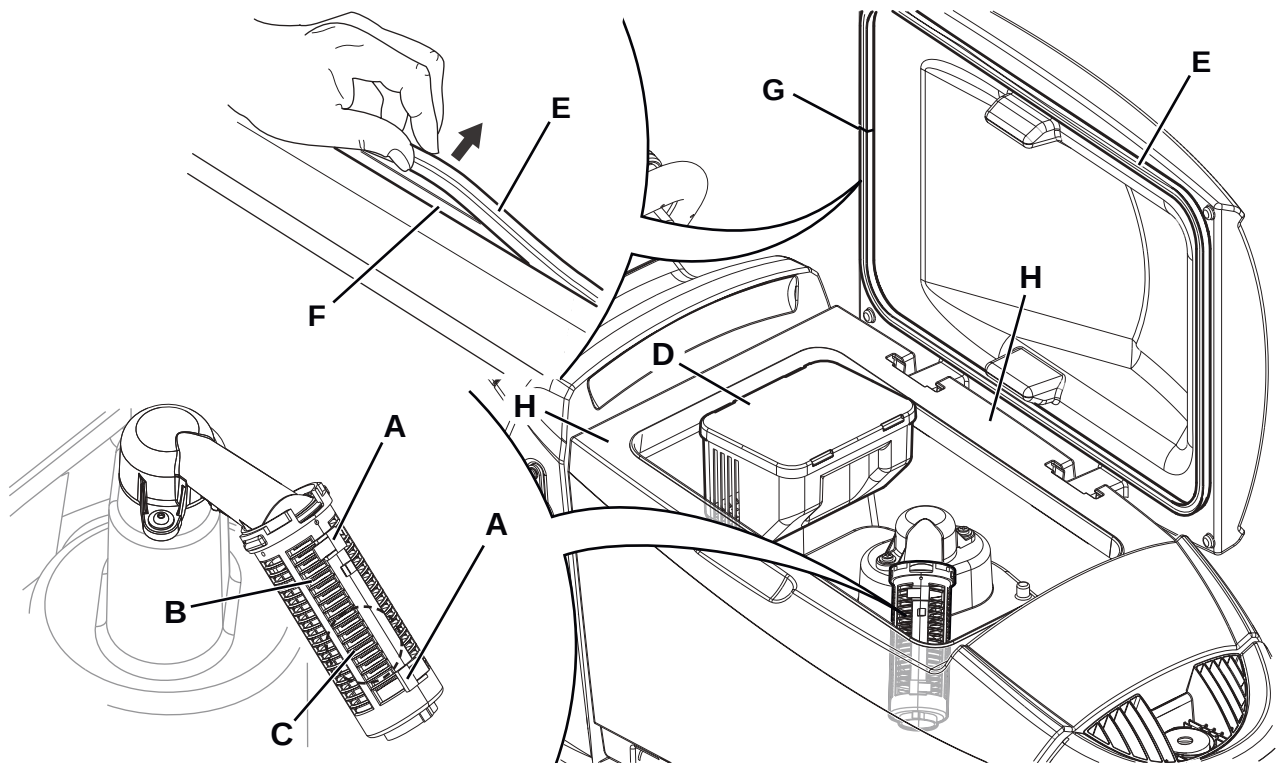

Abbildung 12
2. Sicherstellen, dass das Gerät ausgeschaltet und der Bedienerschlüssel (41) herausgezogen wurde.
3. Deckel (34) anheben.
4. Das Tankinnere (33) und den Deckel reinigen und mit sauberem Wasser waschen.
5. Durch das Ablaufrohr (12) das Wasser aus dem Tank ablassen.
6. Sauggitter (31) reinigen, Haltevorrichtungen (A, Abb. 12) lösen, Gitter (B) öffnen und Schwimmer (C) entnehmen. Sorgfältig reinigen und wieder einbauen.
7. Den Schmutzfangkorb (D) ausbauen und dessen Deckel öffnen, dann sorgfältig reinigen und wieder am Ansaugrohr anbringen.
8. Die Unversehrtheit der Deckeldichtung (E) des Tanks prüfen.